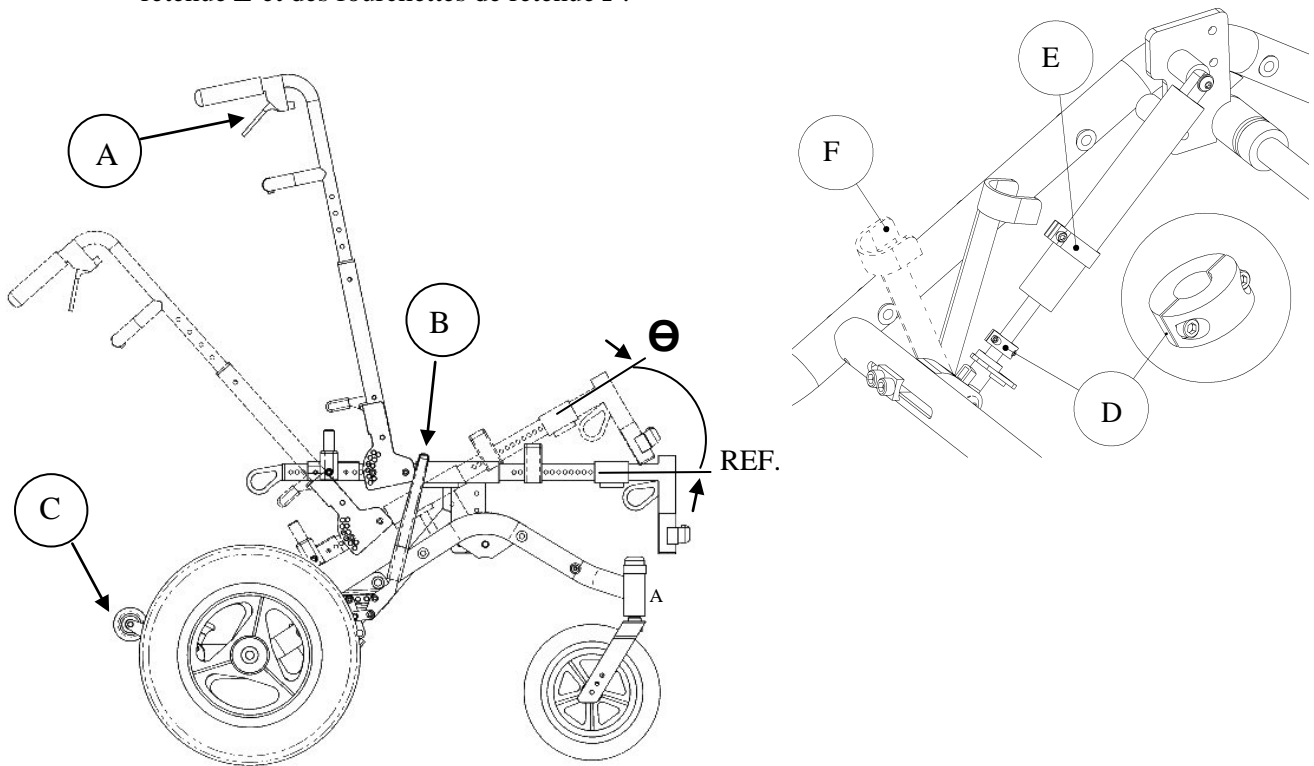

Figure 21 - Fonctionnement de la bascule positive
1. Lors de la mise en bascule positive, actionner les freins d'immobilisation **B** (Figure 21). Consulter la section 13.3;